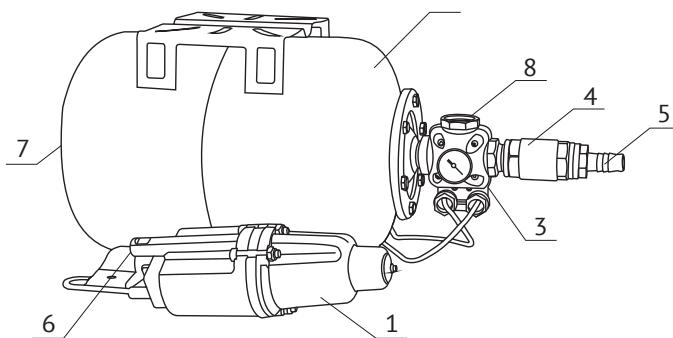

рис. 1
6) При помощи хомута присоедините второй конец шланга к штуцеру 5 (см. рис. 1).
7) Присоедините напорную магистраль к выходному резьбовому отверстию реле давления 8 (см. рис. 1). При монтаже не прилагайте чрезмерных усилий, для уплотнения соединения используйте тефлоновую ленту. Гидроаккумулятор и реле давления должны быть установлены в сухом, хорошо проветриваемом помещении.
8) Перед запуском станции проверьте давление воздуха в гидроаккумуляторе, присоединив к пневмоклапану 7 (см. рис. 1) автомобильный насос с манометром. Величина давления сжатого воздуха в гидроаккумуляторе должна быть 1,5 бар. При необходимости подкачайте воздух, иначе может произойти разрыв мембранны.